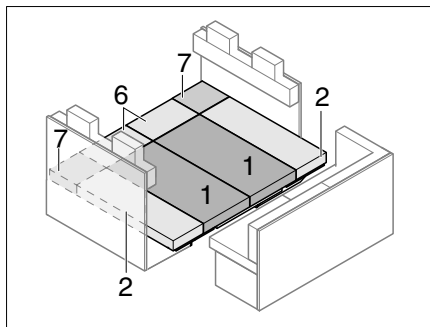
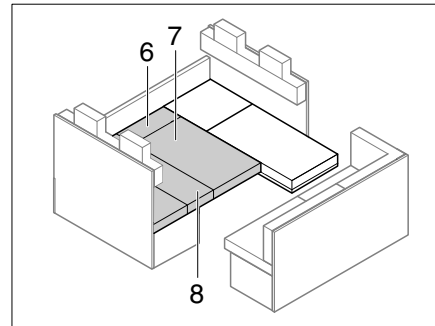

Fig. 201 Après la transformation
Fig. 205 Après la transformation
- Placer les coussins d'assise, les dossiers et les coussins supplémentaires comme montré en Fig. 201.
- Placer les coussins d'assise, de dossier et supplémentaire comme montré dans les illustrations Fig. 201 à Fig. 205.